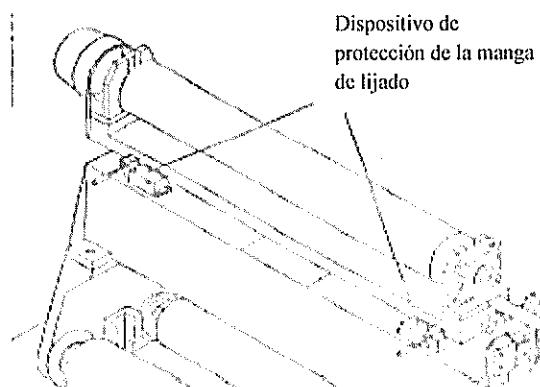

Figura 5-5
- (1) Ha entrado agua dentro del circuito neumático. Por favor absorba el agua. 請將水分吸出.
- (2) Anormalidad en la presión de aire. Por favor chequee si hay alguna obstrucción en la unidad de climatización.
- (3) Sobrecarga del lijado. Por favor reduzca la cantidad para el lijado.
- (4) Si la manga de lijado produce sonidos, chequee si está dañada o el espacio del dispositivo de protección es demasiado pequeño. Por favor verifique la manga de lijado. Si es necesario, reemplácela por una nueva o ajuste el ancho del dispositivo de protección de la manga de lijado (Figura 5-5).